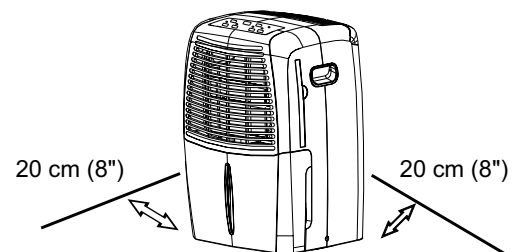

Fig. 2
- Deje libre por lo menos 20 cm (8") de espacio en todos los lados de la unidad para una buena circulación de aire (vea Fig. 2).